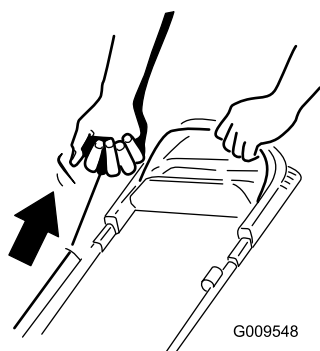

Figuur 14
1. Houd de bedieningsstang van het maimes tegen de handgreep (Figuur 14).